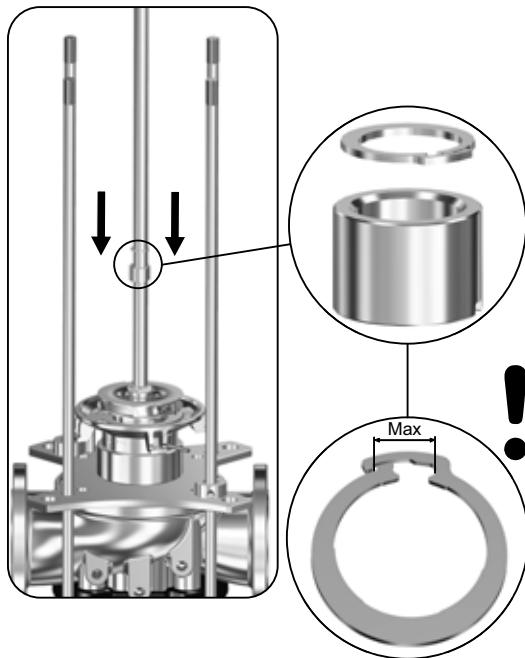

Рис. 28 Максимально допустимое размыкание стопорного кольца (47g)
5. Установите гайку для цанги (48) на рабочее колесо.
6. Удерживайте рабочее колесо (49 или 49a) ключом для круглых гаек. Затяните гайку для цанги (48) при помощи приспособлений С, О и Р. См. раздел 7.1 Моменты затяжки.
8. Для насосов с диаметром вала \varnothing 28 или \varnothing 38: учтите, что для насосов с диаметром вала \varnothing 28 или \varnothing 38 необходимо также снять стопорное кольцо (47g). См. рис. 28.
Не разводите стопорное кольцо (47g) больше, чем позволяет ограничитель интегрированного механизма блокировки. См. рис. 28.